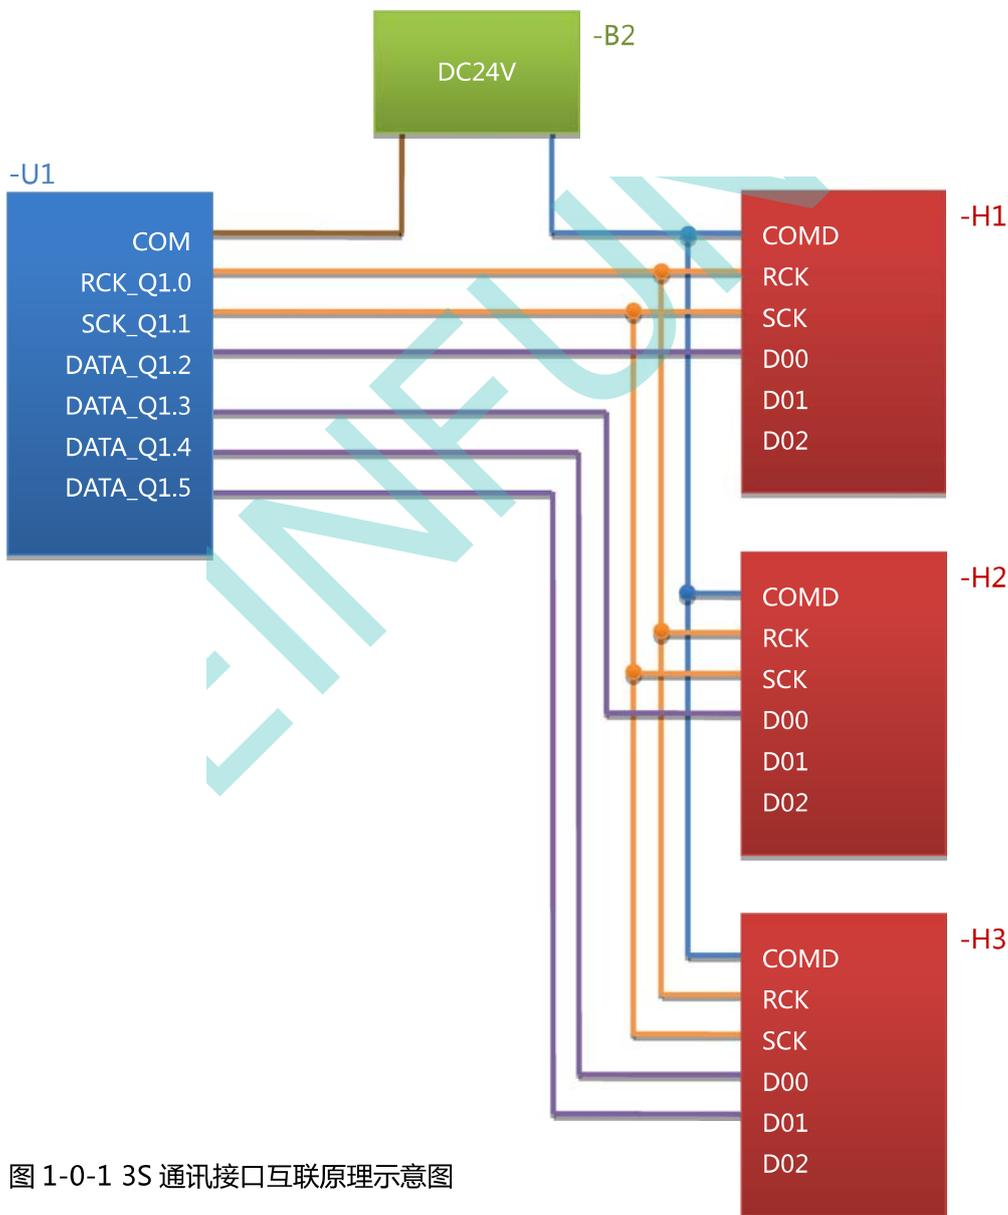

图 1-0-1 3S 通讯接口互联原理示意图
3S 通讯技术是指将 PLC 程序中任意指定的操作数如定时器、计数器、内部变量数据和常量数据，以规定的格式如整数、双整数、HEX/BCD 码，通过 PLC 直流固态输出点组成的 3S 通讯接口串行传送至带有 3S 通讯接口的外部设备上，使这些设备对接收到的数据进行进一步的处理，如图 1-0-1 所示。这项技术由任志兵于 1995 年发明研制，在当年申请并实施了实用新型专利：ZL95226265.7。在图 1-0-1 中：
任选 PLC-U1 三个晶体管输出点作为最基本的 3S 通讯接口，如图 1-0-1 中所示的 Q1.0、Q1.1 和 Q1.2 点：
在最基本的连接基础上只需增加数据输出口 Q1.3、Q1.4、Q1.5.....，各个数据通道在时钟的驱动下同时向外部设备的数据输入端 D00、D01、D02.....传送数据，每个通道每帧传送一个字（16Bits）的数据码。这样能够保证传送速度不变。如图 1-0-1 中，-H3 外设需要接收双整数数据（32Bits），PLC-U1 需要两个数据输出口，一个传送双整数的低字，另一个传送双整数的高字。
- ❖ 3S 通讯线路电源就是图 1-0-1 中的-B2 电源，DC24V。它与各设备的 COM/COMD 的连接方向取决于 PLC-U1 的 DO 晶体管/场效应管的有效电流方向：